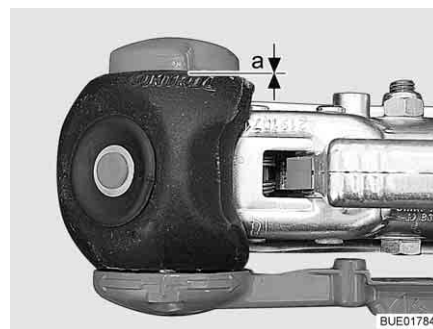

Bild 209 Verschleißkontrolle
- Abstand  $a = 0$  (Bild 209): Reibbeläge kontrollieren und ggf. austauschen.